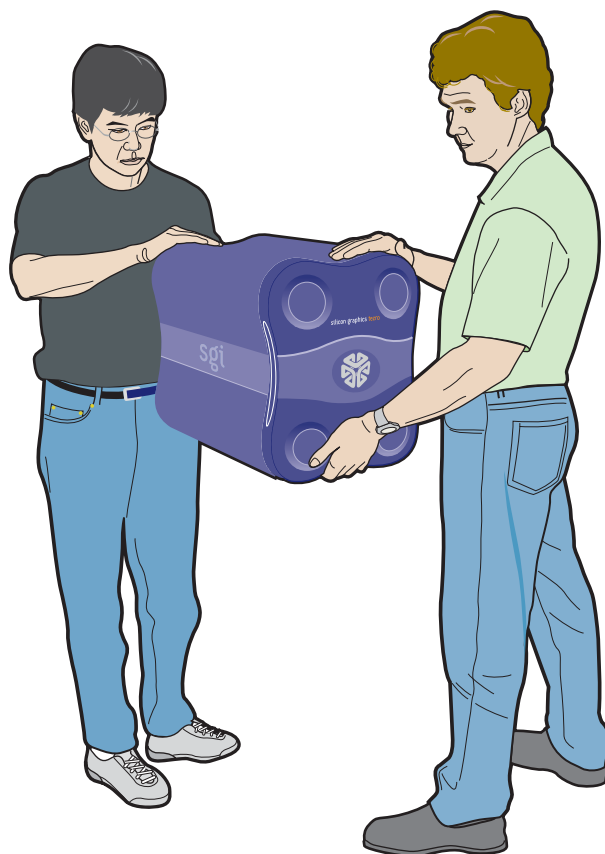

図 3-2 ワークステーションの移動
3. ワークステーションを丈夫で平らな面に移動します。ワークステーションは、2人で運ぶようにしてください（図 3-2 を参照）。